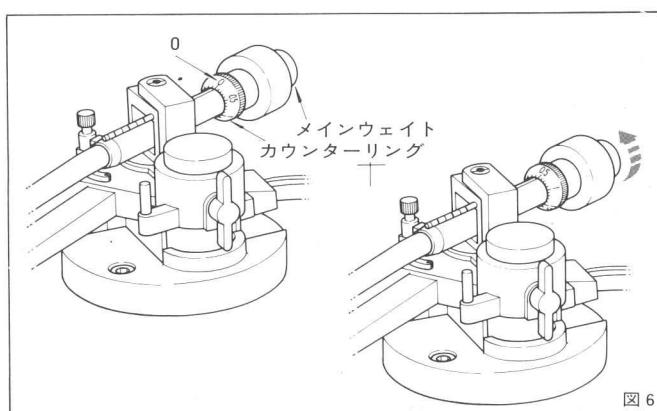

図 6
- ①水平バランスがとれたときのメインウェイトの位置を動かさないようにして、メインウェイト前部のカウンターリングだけを回し、カウンターリングの数字“0”をトーンアーム上部のラインに合わせます。
- ②メインウェイトを図6の矢印方向(時計方向)に回し、カートリッジ指定の針圧値に合わせます。